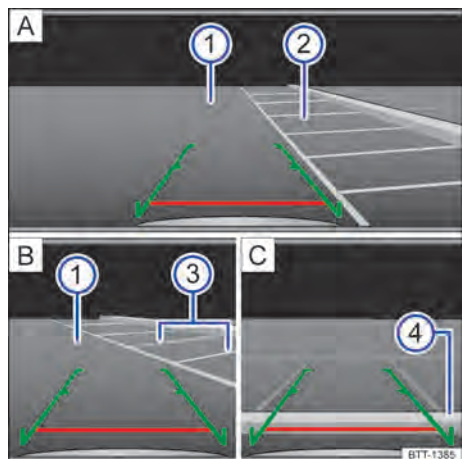

Fig. 101 Exibição do display do sistema do rádio: estacionar com a câmera de marcha a ré.
- Posicionar o veículo na frente da vaga de estacionamento → Fig. 101 ② **A**.
- Conduzir para trás lentamente e manobrar de modo que as guias verdes laterais conduzam entre as linhas de delimitação da vaga de estacionamento delimitada ② **A**.
- Alinhar o veículo na vaga de estacionamento selecionada de modo que as guias verdes laterais fiquem em cima das linhas de limitação lateral ③ **B**.
- Parar o veículo, quando a linha vermelha atingir a limitação traseira ④ **C**.